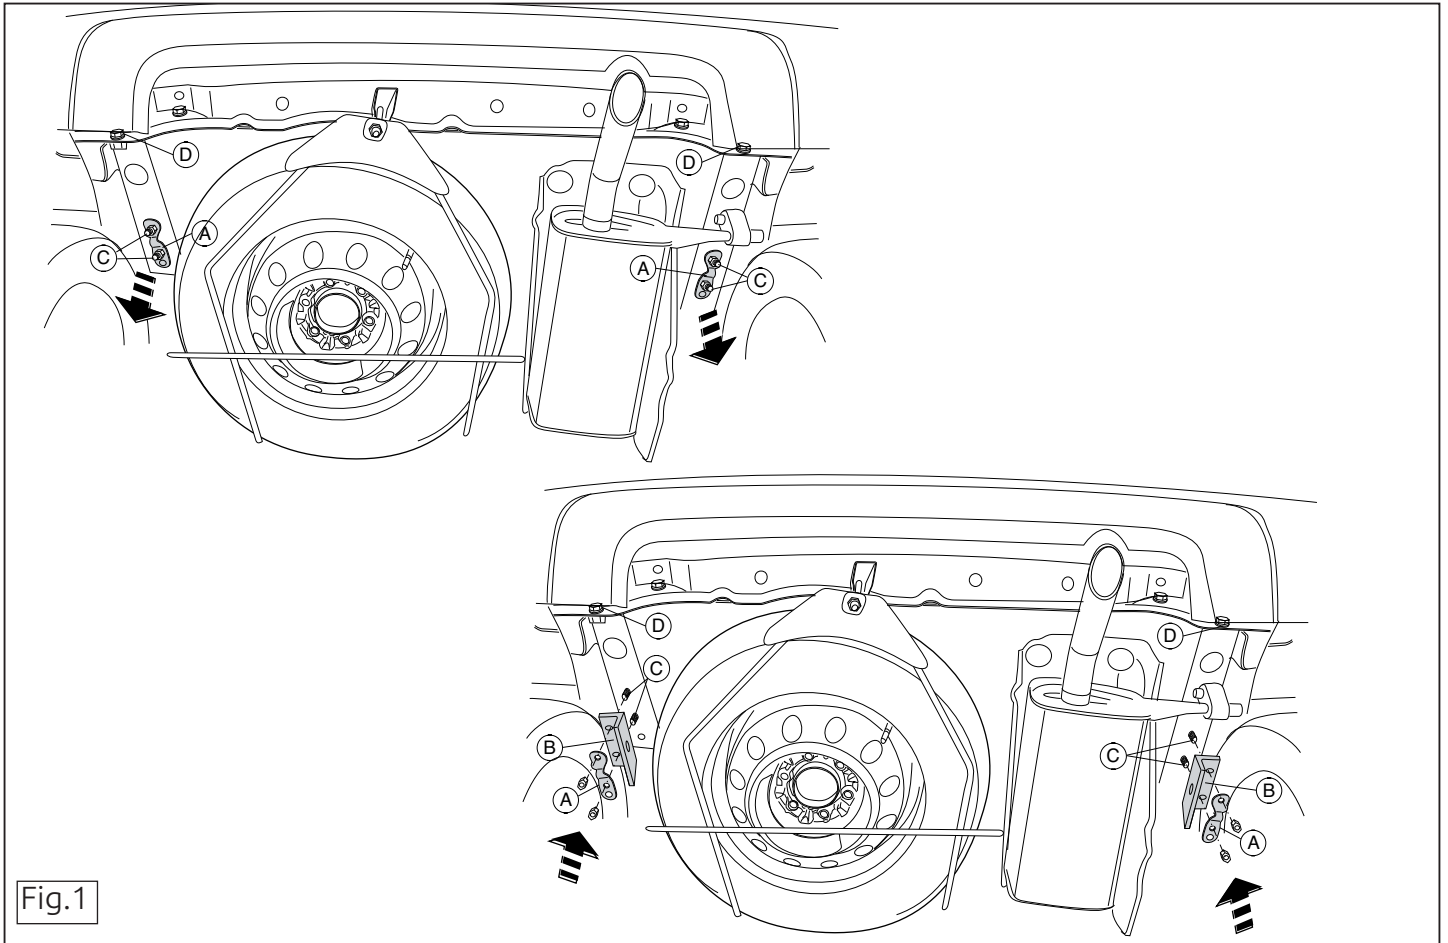

Fig.1
2. Umieścić wsporniki B i umocować je w punktach C, lekko przymocować całość. Patrz rysunek 1.
1. Снять если имеется кронштейны А слева и справа. См. рисунок 1.
2. Поставить кронштейны В и прикрепить их в точках С, закрепив не до конца. См. рисунок 1.